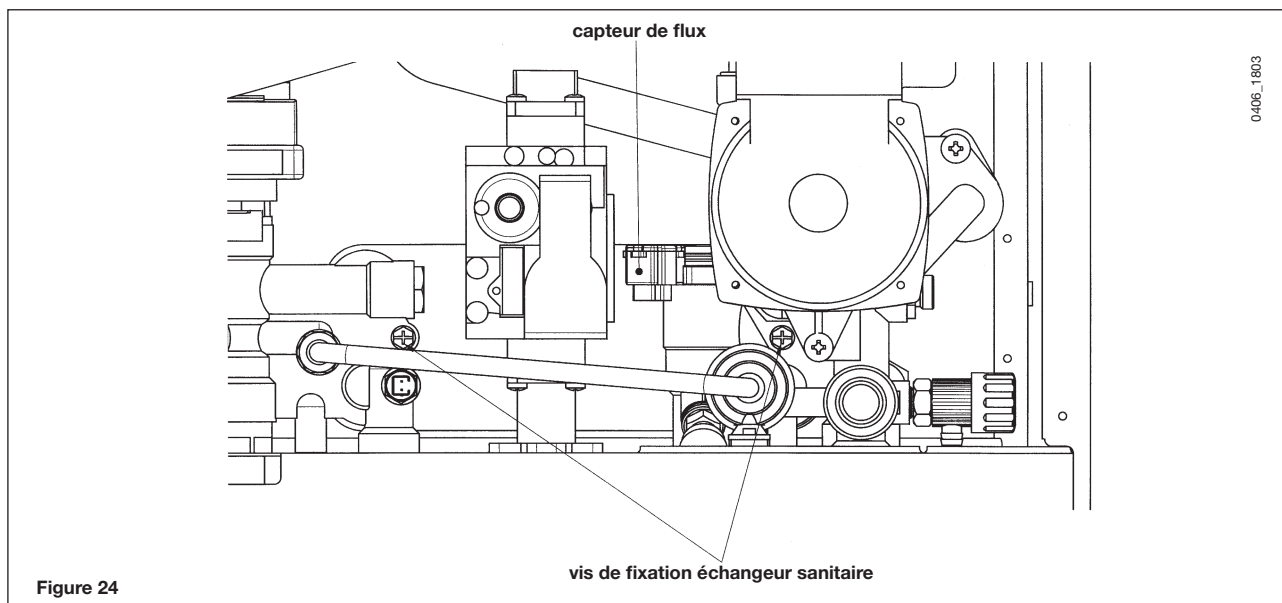

Figure 24
- enlever les deux vis de fixation (visibles sur la face avant) de l'échangeur sanitaire puis le déboîter de son logement (figure 24).
- Dévisser l'écrou présent sur le groupe capteur de flux (figure 24).